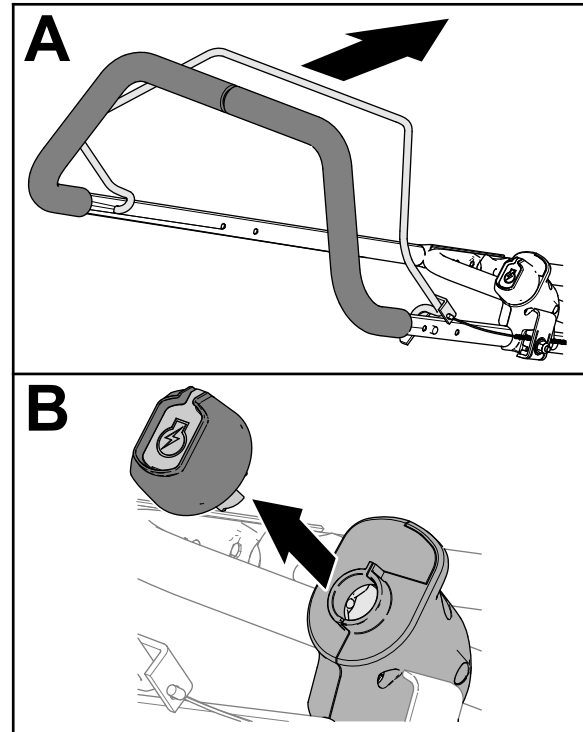

Figura 17
1. Liberte o manípulo de presença do operador (Figura 17).